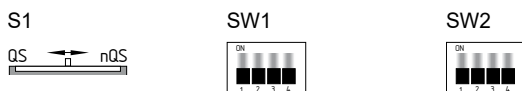

Fig. 4
Configuración del tiempo (véanse figs. 4 y 5)
- Los interruptores DIP se encuentran debajo de la cubierta frontal del relé de seguridad (véase fig. 4 y 5).
Configuración del interruptor (véase fig. 4)